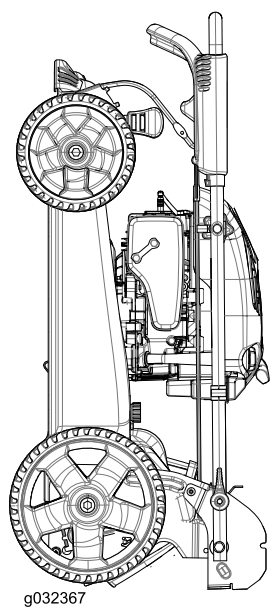

Figure 20
6. Levez l'avant de la machine par le guidon et amenez-la dans un lieu de remisage (Figure 20).